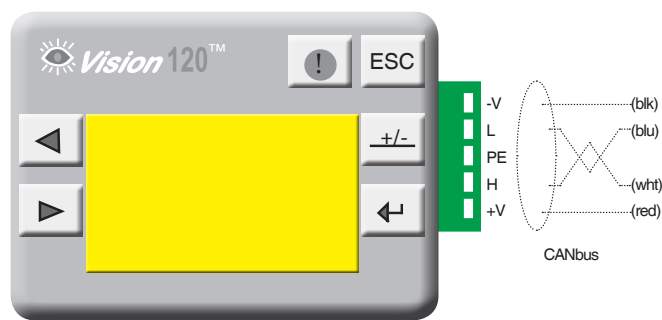

Рис. 5. Подключение сети CANbus
- цифровую шину CANbus для обмена данными MASTER-SLAVE (рис. 5, стр. 4);